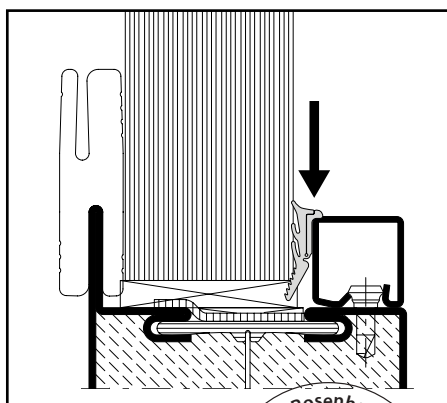

Abb. 26 / Fig. 26 / Fig. 26
- Keildichtungen glasleistenseitig mit leichtem Übermass in 45°-Gehung zuschneiden und eindrücken (Abb. 26)
- Découper les joints à bourrer coté parcloes d'onglet à 45° avec une légère surlongueur et les enfoncer (fig. 26)
- Cut with small oversize the wedge weatherstrips in a miter joint on the glazing bead side and press in (fig. 26)